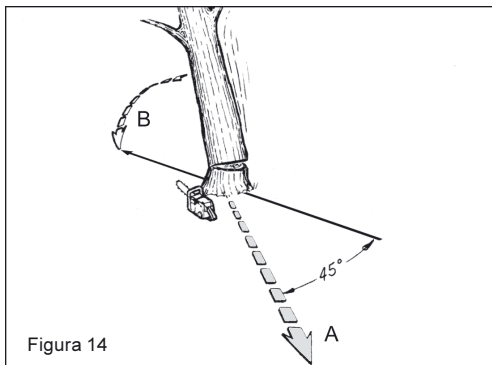

Figura 14
2. Via di ritirata (figura 14):